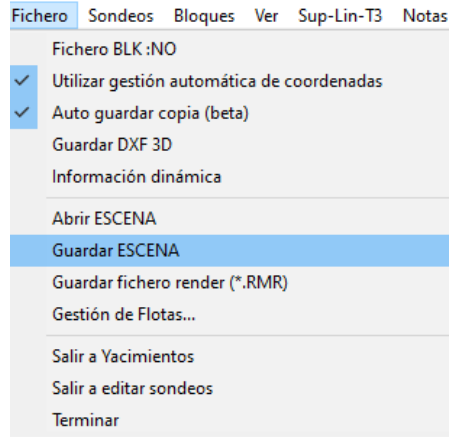

Figura 446. Guardar archivo.
82. En el menú superior, seleccionar el botón “Fichero” y dar clic en “Guardar escena”. Figura 446.